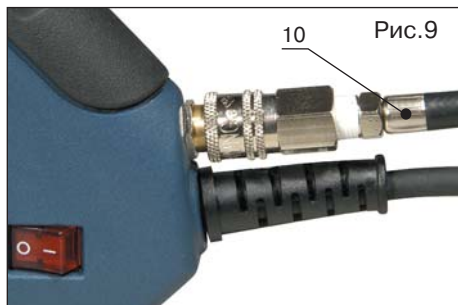

Рис.9
2. Подсоедините гибкий шланг (поз.10, рис.9) от регулятора давления к пистолету